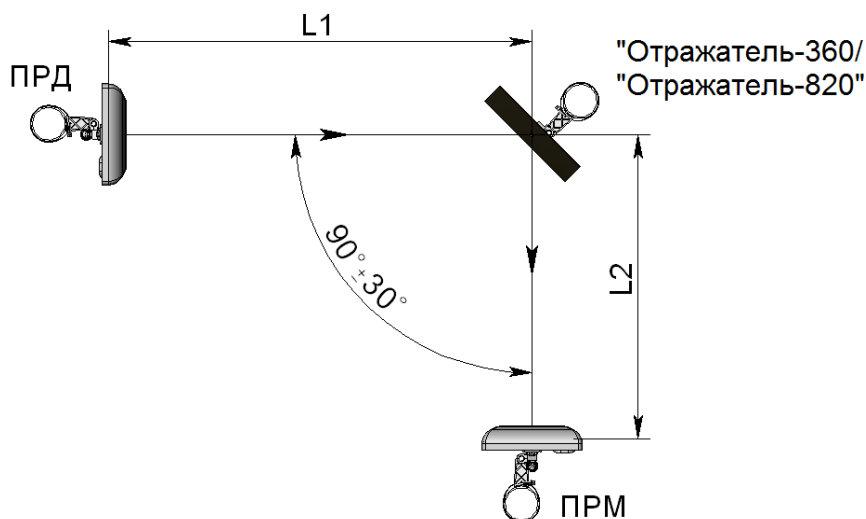

Рисунок 2.11 – Установка извещателей с применением отражателя «Отражатель-360» («Отражатель-820»)
2.3.9.2 При работе извещателей «ФОРТЕЗА-50 Ethernet», «ФОРТЕЗА-100 Ethernet», «ФОРТЕЗА-200 Ethernet» с «Отражателем-360» (см. рисунок 2.11) суммарная длина зоны обнаружения L1+L2 (где L1 – расстояние между блоком ПРД и отражателем, L2 – расстояние между отражателем и блоком ПРМ) не должна превышать: